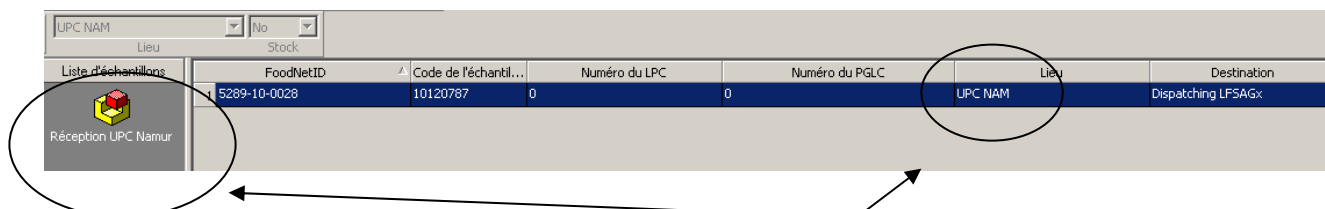

Figure 6: L'échantillon et scanning à UPC Namur
- l'échantillon a déjà été encodé par scanning (p.ex. : Echantillon témoin) Vous recevez un message d'erreur mais la destination et la location sont correctes. (Figure 6)